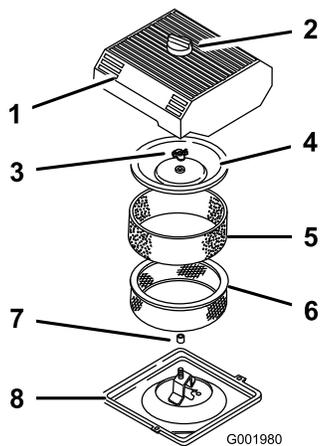

図 40
3. エアクリーナを外したときエンジン内部に異物が入らないよう、周辺をきれいに拭く 図 40。
- エアクリーナのカバーのノブをゆるめてカバーを外す 図 40。
- ペーパーエレメントからスポンジエレメントを注意深く取り外す 図 40。
- カバーナットを外し、カバーとペーパーエレメントを外す 図 40。
- ペーパーエレメントにスポンジエレメントを注意深く取り付ける 図 40。
- カバーナットを取り付けて指締めする 図 40。
- エアクリーナのカバーとノブを元通りに取り付ける 図 40。